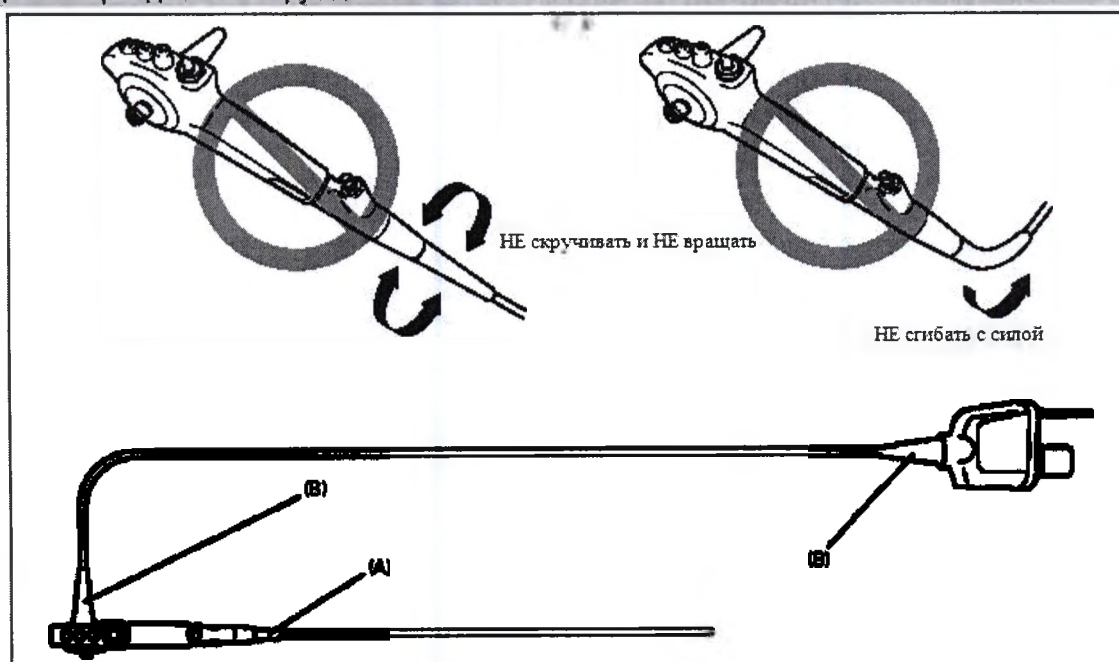

Рисунок 1.2
- НЕ скручивайте, НЕ вращайте и НЕ изгибайте чрезмерно любые защитные уплотнения для уменьшения натяжения (рисунок 1.2 (А) и (В)). Несоблюдение этого может повредить инструмент. Особенно осторожно обращайтесь с защитным уплотнением для уменьшения натяжения вводимой части ((рисунок 1.2 (А)) из-за ее более маленького диаметра.